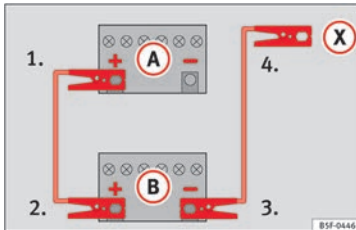

Abb. 69 Anschlusschema für Fahrzeuge ohne Start-Stopp-System.
2. Klemmen Sie ein Ende des roten Starthilfekabels an den Pluspol (+) des Fahrzeugs mit der entladenen Fahrzeugbatterie (A) » Abb. 69.
3. Klemmen Sie das andere Ende des roten Starthilfekabels an den Pluspol (+) des stromgebenden Fahrzeugs (B).
4. Bei Fahrzeugen ohne Start-Stopp-System: ein Ende des schwarzen Starthilfekabels an den Massepunkt (-) des Strom gebenden Fahrzeugs (B) » Abb. 69 anklemmen.